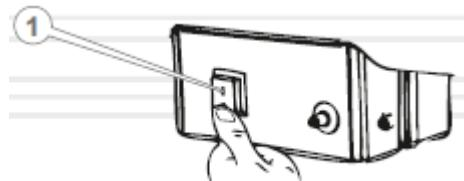

Рисунок 2
2. Встановіть клавішу "Увімкнення/Вимкнення" (1) у положення «О» (див. рисунок 2).
- Встановіть клавішу "Увімкнення/Вимкнення" (1) у положення «І» (див. рис. 2). Вентилятор при цьому відразу ж почне працювати.
3. Встановіть клавішу "Увімкнення/Вимкнення" (1) у положення «О» (див. рис. 2). Вентилятор при цьому припинить працювати.
1. Встановіть клавішу "Увімкнення/Вимкнення" (1) у положення «О» (див. рис. 2). Вентилятор при цьому припинить працювати.
3. Встановіть клавішу "Увімкнення/Вимкнення" (1) у положення «І» (див. рис. 2). Вентилятор при цьому відразу ж почне працювати.